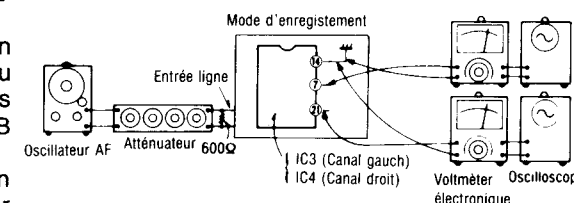

Fig. 17
1. Brancher les appareils comme indiqué dans la Fig. 17.